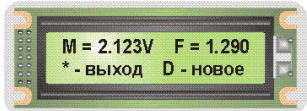

Рис. 9.11. Вид ЖКИ БУК в режиме «Калибровка»
по истечении времени, равного установленному периоду измерения, в память БУК запишутся новые значения параметров сигнала (амплитуды (M) и частоты (f)), которые высветятся на ЖКИ БУК в виде, приведенном на рис. 9.11.
- если значения записанных в память прибора параметров (рис. 9.11) не отличаются от значений п. 2 таблицы 4.1 паспорта прибора (ПС114\*\*.000-03) более чем на  $\pm 30\%$ , то необходимо записать полученные значения параметров в п. 3 таблицы 4.1 паспорта прибора (ПС114\*\*.000-03).
9.2.5.2.3. Ввести пароль «31284», после чего на ЖКИ высветится сообщение, приведенное на рис. 9.11.
После отпускания кнопки «ВВОД» сжатый воздух подается еще в течение 3-х секунд, в течение которых в память влагомера записываются новые, усредненные за 3с, значения параметров сигнала, которые высветятся на ЖКИ БУК в виде, приведенном на рис. 9.11;
9.2.5.2.5. Зафиксировать значения параметров сигнала (амплитуды (M) и частоты (f)), которые высветятся на ЖКИ БУК (см. рис. 9.11).
- в соответствии с указаниями 9.2.5.2.2 - 9.2.5.2.4 записать в память прибора параметры сигнала (амплитуды (М) и частоты (f)), которые высветятся на ЖКИ БУК в виде, приведенном на рис. 9.11.
- Если значения записанных в память прибора параметров (рис. 9.11) не отличаются от значений п. 2 таблицы 4.1 паспорта прибора (ПС114\*\*.\*000-03) более чем на  $\pm 50\%$ , то необходимо записать полученные значения параметров в п. 3 таблицы 4.1 паспорта прибора (ПС114\*\*.\*000-03);
- записать значение частоты (f), высвечиваемое на ЖКИ (см. рис. 9.11);